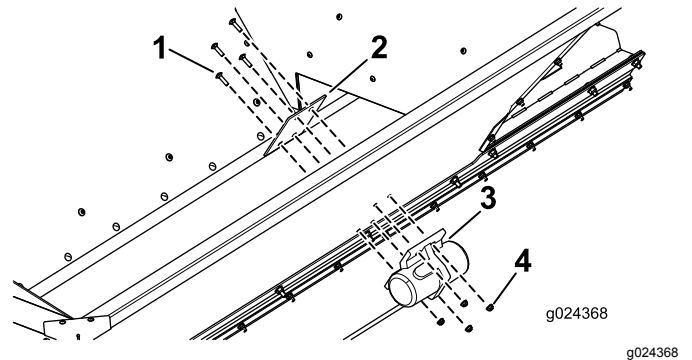

图13
2. 如图13所示用 4 个托架螺栓和 4 个螺母将安装板和振动器固定到工作车上。